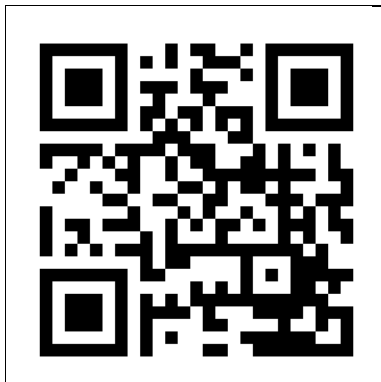

Figure 15
1. Ouvrez le manuel de l'application Eurom Smart avec le code QR (figure 15) ou allez sur www.eurom.nl/nl/manuals.